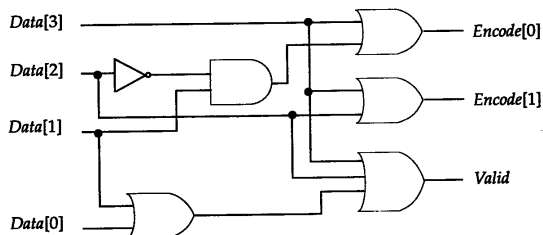

图5-12 优先编码器
2. 使用基本门描述如图 5-12 所示的优先编码器电路模型。当所有输入为 0 时，输出 Valid 为 0，否则输出为 1。并且为验证优先编码器的模型行为编写测试验证程序。